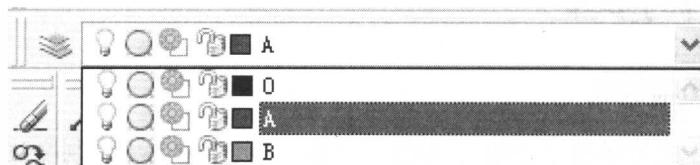

图 2.3 将图层 A 置为当前
(1) 利用绝对直角坐标绘制一红色点划线矩形
① 将图层 A 置为当前，如图 2.3 所示。